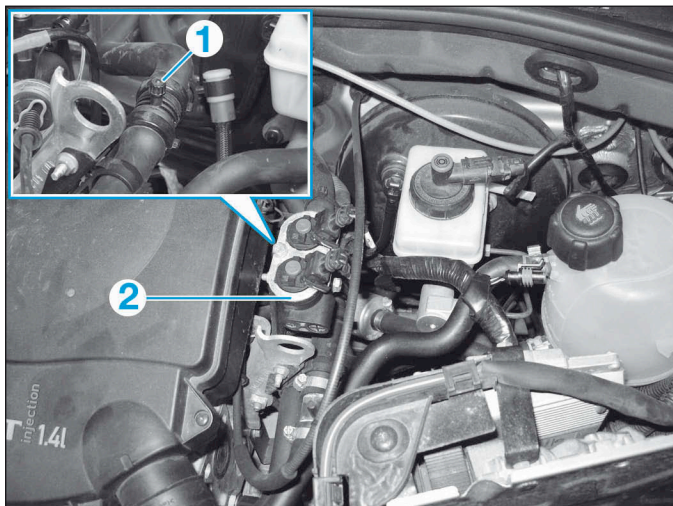

FIG.17
- Ouvrir la vis de purge (1) située sur la durit d'alimentation du radiateur de chauffage (Fig.17).